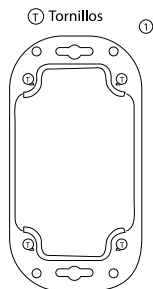

Figura 6
- 2.- Por la parte posterior del contador de descargas, desatornillar los cuatro puntos de sujeción (figura 6).
- 7.- Coloque los 4 tornillos en los orificios de la parte posterior como se observa en la imagen (figura 6) y apriete cada uno de los tornillos hasta que la tapa quede completamente sellada.